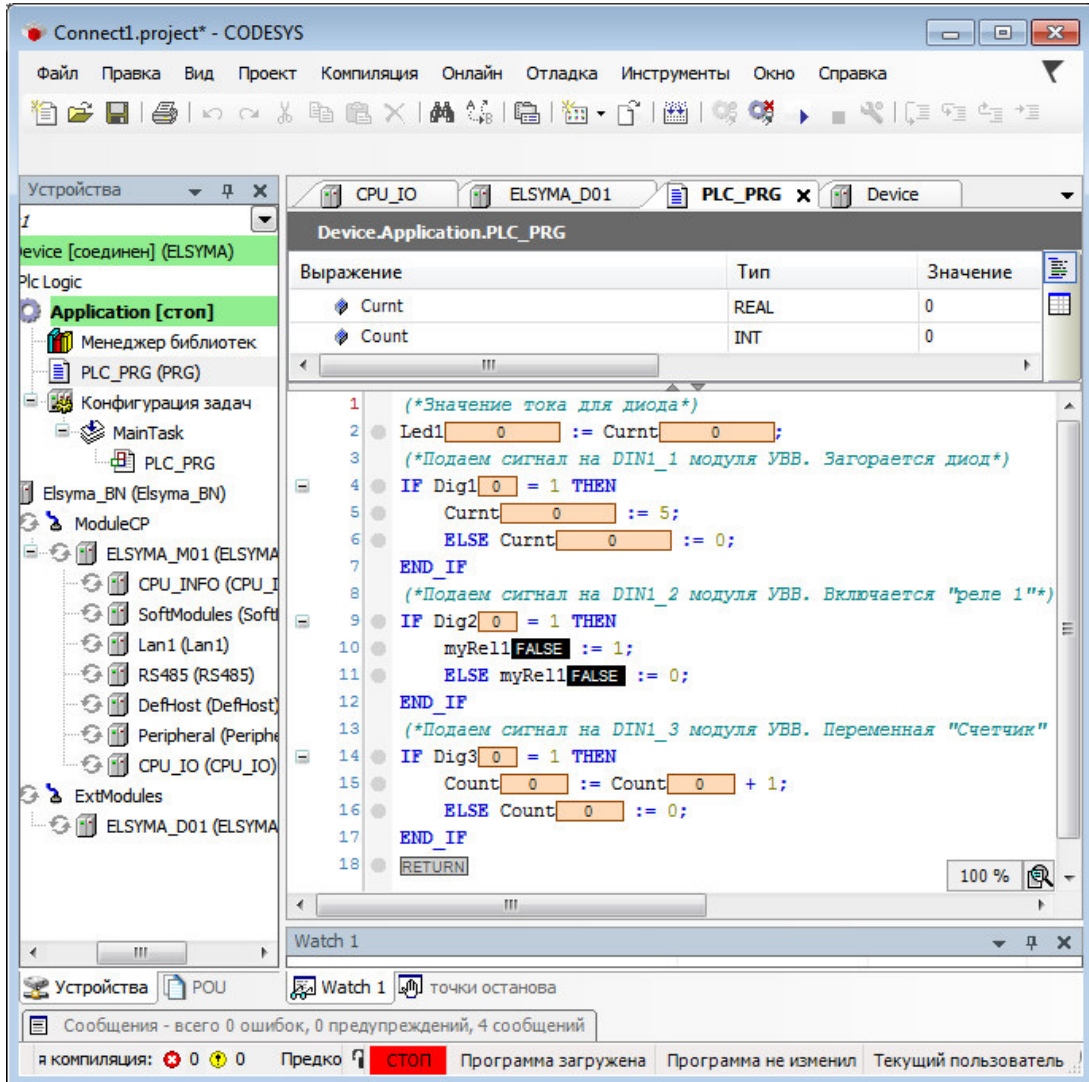

Рисунок 3.11 - Редактор POU. Загрузка задачи в контроллер
1. Перейти в редактор **POU** на закладку **PLC_PRG** и подключиться к контроллеру, выбрав команду **Логин** в меню **Онлайн** или нажав клавиши **[Alt]+[F8]**. На вопрос о загрузке задачи в контроллер следует нажать кнопку «Да». В строке статуса программы **CoDeSys** отображается состояние **СТОП** (рисунок 3.11).